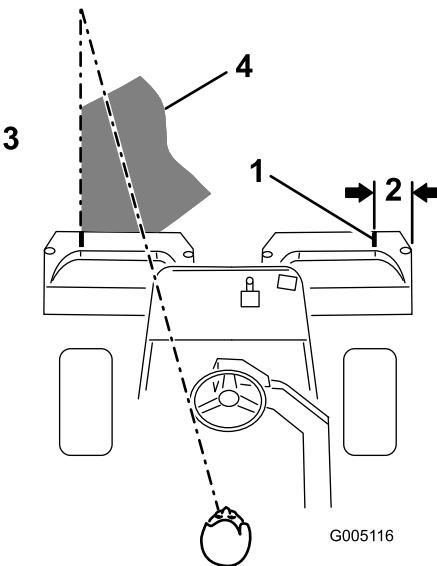

Рисунок 30
- Примечание:** Чтобы машина всегда двигалась по грину строго по прямой с сохранением равных интервалов от края предыдущей скошенной полосы, создайте воображаемый ориентир примерно 1,8–3 м перед машиной на краю нескошенной части грина (Рисунок 30). Используйте как часть ориентира наружный край рулевого колеса, т.е. удерживайте край рулевого колеса совмещенным с точкой, которая всегда находится на одном и том же расстоянии от переднего края машины.